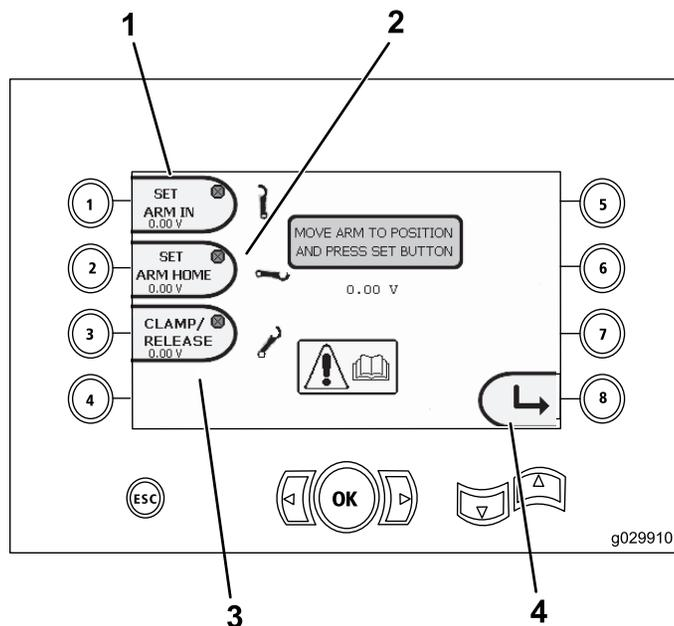

Figure 19
- Bouton 1 – Bras à la position rétractée (Figure 19)
- Bouton 2 – Bras à la position déployée (Figure 19)
- **Version K et suivantes du logiciel** Bouton 3 – serrage/desserrage (Figure 19)